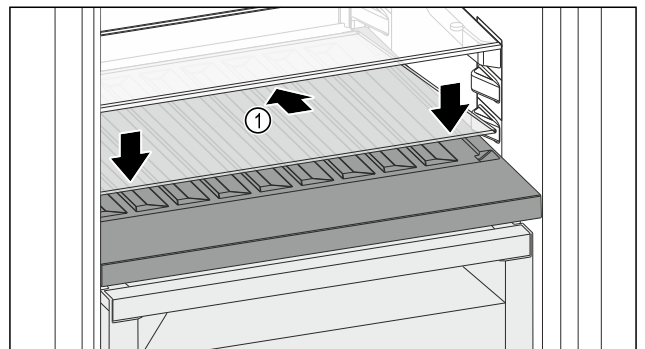

Fig. 146
- ▶ Coloque la placa de vidrio Fig. 146 (1) en ángulo e inclinada hacia atrás y hacia abajo.
- ▶ Levante la placa de vidrio Fig. 146 (1) por la parte delantera.